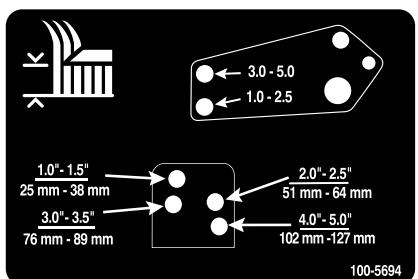

Рисунок 29
10. Совместите отверстия тяг демпферов с выбранными отверстиями кронштейнов высоты скашивания в раме деки газонокосилки, вставьте шплинтуюемые штифты и зафиксируйте их игольчатыми шплинтами (Рисунок 29).